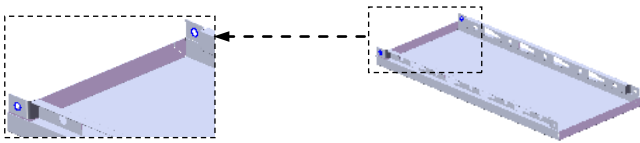

图 17.6.58 创建孔 3
Step28. 创建图 17.6.58 所示的零件特征——孔 3, 详细操作过程参见 Step24。